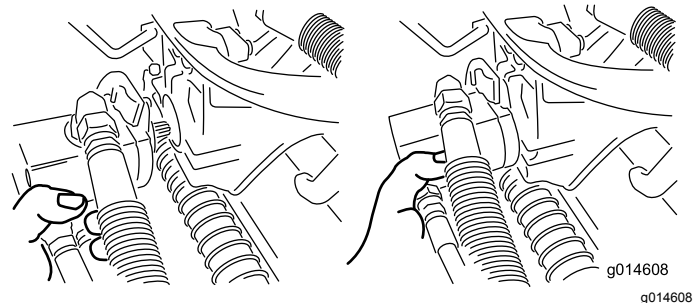

Figure 36
3. Amenez le moteur à la position de rangement sur l'avant du bras de suspension (Figure 36).